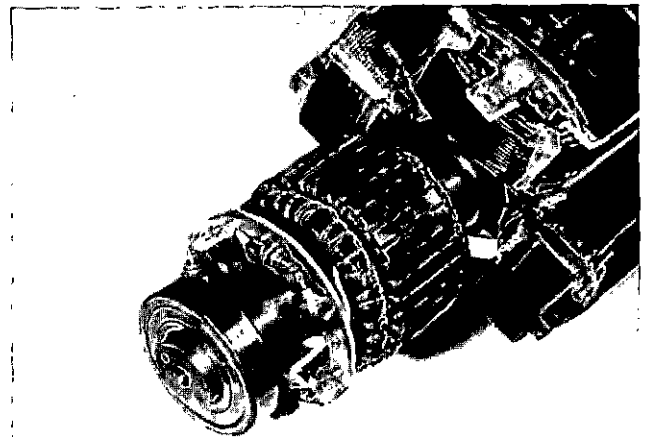

FIGURE 6-23
2. Si le roulement doit être remplacé, utiliser un extracteur pour le démonter (figure 6-23)